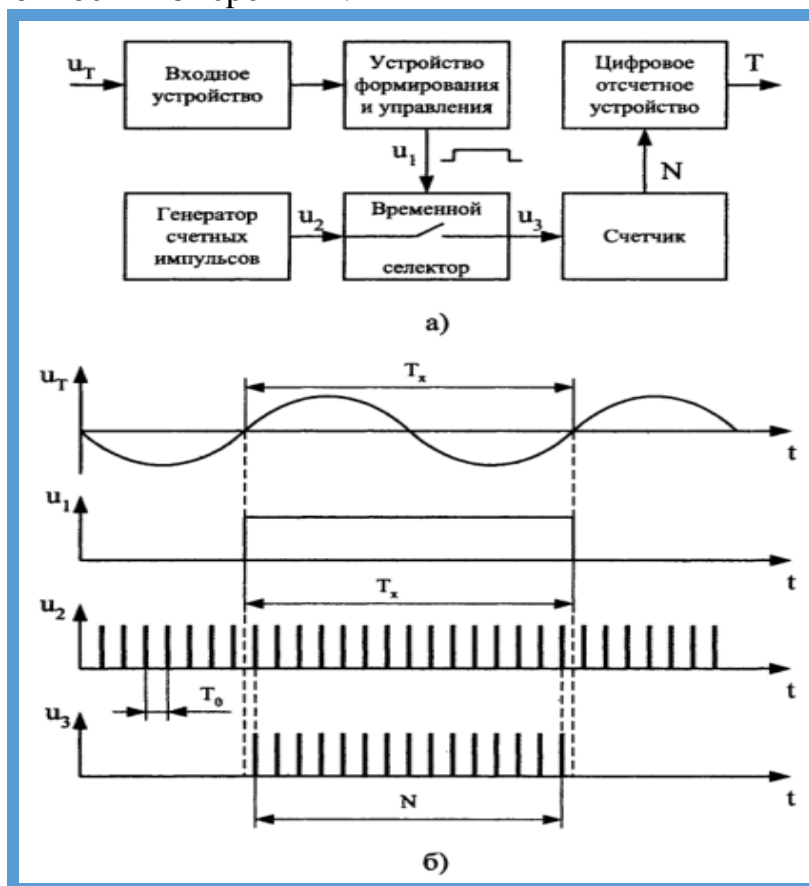

Рис.2 Структурная схема (а) и временная диаграмма (б) электронно-счетного измерителя периода колебаний
2. Запустите программу практикума и выберите работу № 1 «Измерение мощности постоянного электрического тока» в группе работ «Измерение электрических величин». На рабочем столе компьютера автоматически появятся модель стенда с моделями средств измерений и вспомогательных устройств (рис. 2.) и окно созданного в среде MS Excel лабораторного журнала, который Служит для формирования отчета по результатам выполнения лабораторной работы.
**Измерение периода** также производится методом дискретного счета. Структурная схема, представленная на рис.2а, существенно не отличается от рассмотренной выше схемы частотомера. Разница в том, что длительность прямоугольного импульса, сформированного устройством формирования и управления, не является строго фиксированной, а равна периоду исследуемого напряжения  $T_x$ . И наоборот, частота счетных импульсов задается высокостабильным кварцевым опорным генератором. Период следования счетных импульсов  $T_0$  также является строго определенным. Временные диаграммы приведены на рис. 2б.